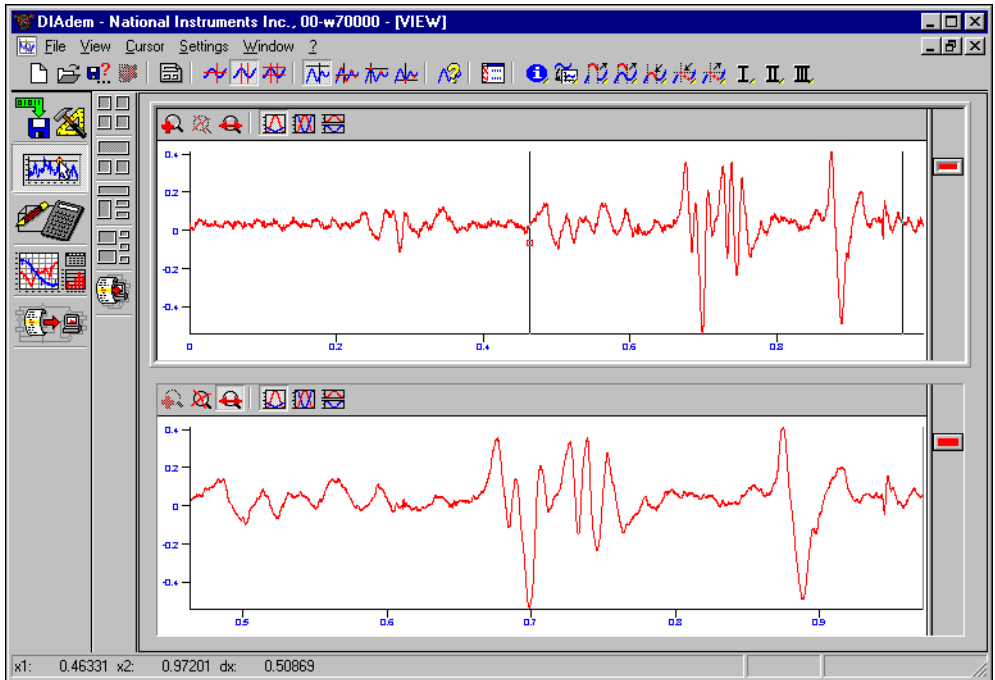

図 4-7 拡大グラフ
3. **Band cursor** をドラッグして、グラフで詳細に知りたい部分を選択します。図 4-7 はグラフの拡大した部分です。